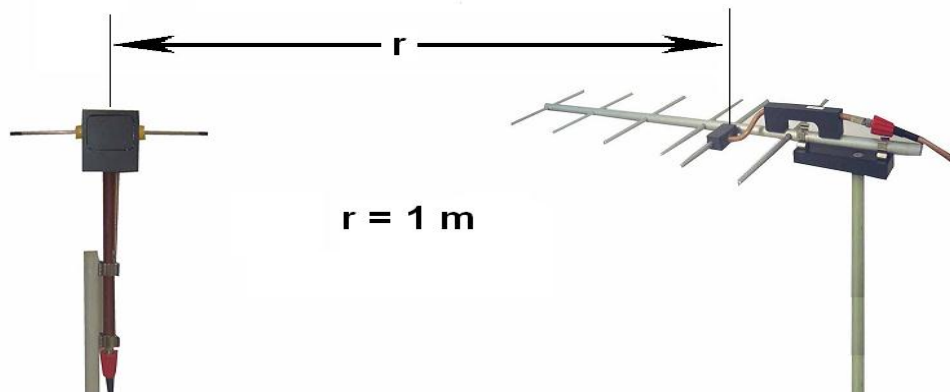

Figura 1.1.5 Separación de antenas
F. Separe las antenas transmisora y receptora de tal manera que estén a una distancia de $r = 1$ metro, asegúrese de que estén ajustadas y alineadas a la misma altura como se muestra en la Figura 1.1.5. Verifique que en el generador RF los botones de potencia del oscilador de 1 y 10 GHz estén en la forma de NO EMITE y que el cable tipo SMA largo, esté conectado de la antena transmisora al generador RF en la posición de 1 GHz.